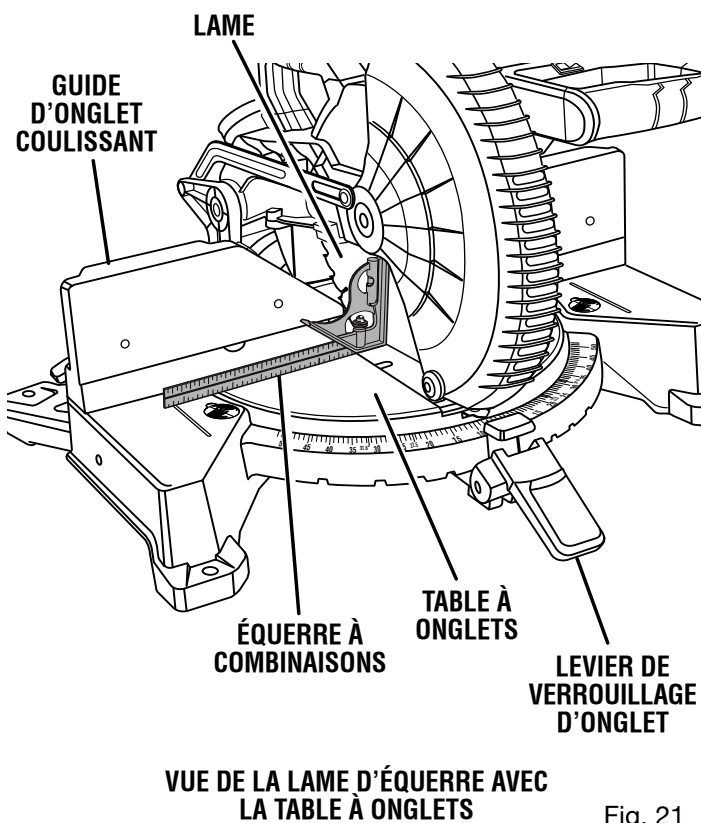

Fig. 21
Voir les figures 21 à 23.
- Le bord de l'équerre et la lame doivent être parallèles, comme le montre la figure 21.